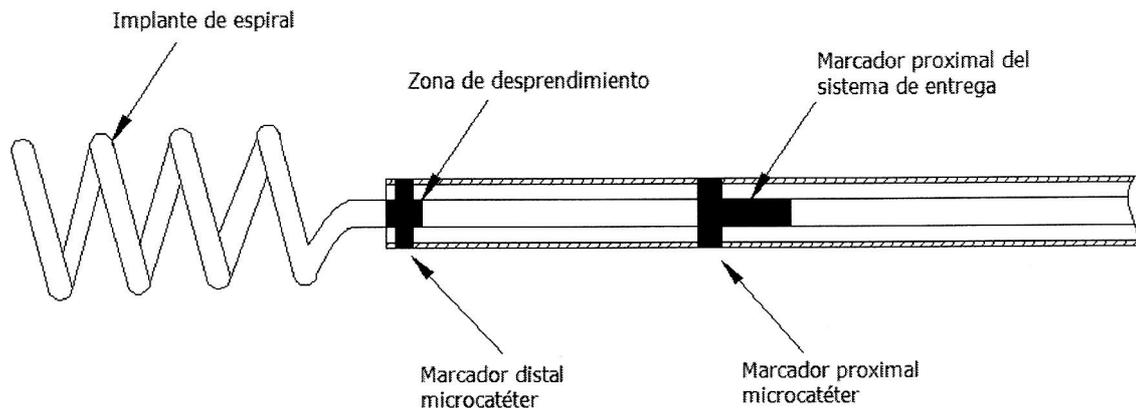

Fig. 2 POSICION DE BANDAS MARCADORAS PARA EL DESPRENDIMIENTO
9. Avanzar el espiral en el sitio de la lesión deseada hasta que el marcador proximal radiopaco del sistema de entrega quede junto al marcador proximal del microcateter. El extremo proximal del espiral está dentro microcateter (Consultar Fig. 2)